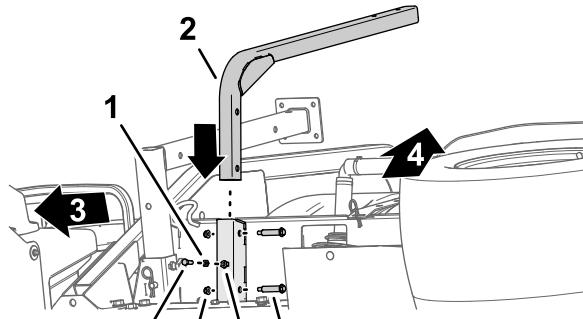

Figura 44
- Alinee el tubo de sujeción del depósito de agua limpia con la ranura del soporte del depósito (Figura 44).
- Alinee los taladros del tubo de sujeción con los taladros de la ranura (Figura 44).
- Sujete el tubo a la ranura (Figura 44) con los 2 pernos de cuello largo (1/2" x 1-15/16") y las 2 contratuerzas (5/16").
- Enrosque la contratuerca (5/16") en el perno (5/16" x 1") según se muestra en Figura 44.
- Enrosque el perno (5/16" x 1") y la contratuerca en la tuerca soldada de la parte inferior de la ranura del soporte del depósito, y apriete el perno y la contratuerca a mano (Figura 44).